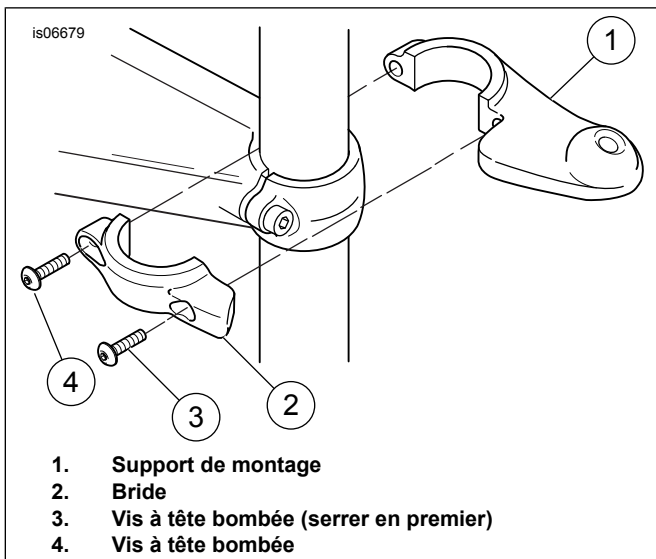
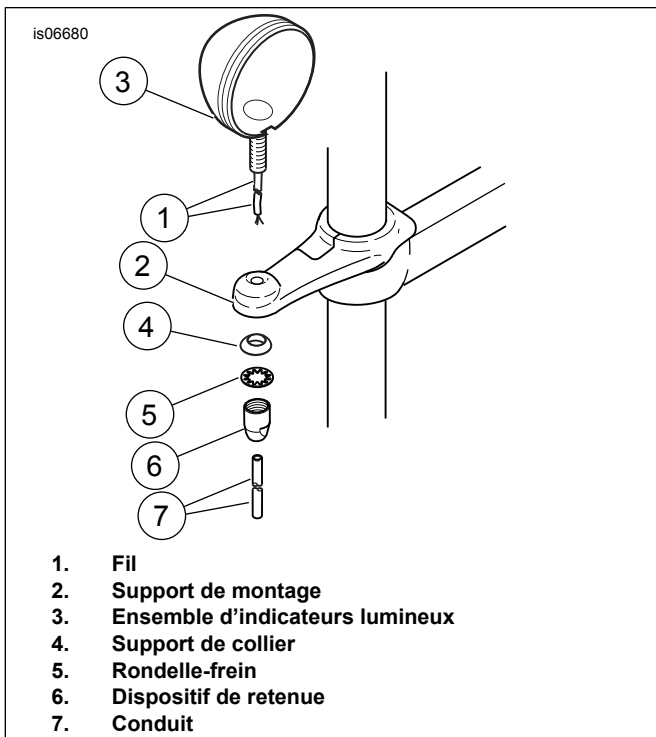

Figure 1. Installer le support de montage sur le tube de fourche (côté droit illustré)
Figure 2. Installer les feux (côté droit illustré)
4. Voir Figure 1. Les supports de montage (1) et les colliers (2) correspondent à un côté particulier. Sélectionner le support et collier de droite ou de gauche et les installer sur le tube de fourche avec deux vis à tête bombée (3 et 4) du kit.
5. En commençant par la vis extérieure (3), serrer à un couple de 8–9 N·m (70–80 in-lbs). Répéter pour la vis (4).
6. Voir Figure 2. Acheminer le fil de feu (1) dans le trou du support de montage (2) et attacher le feu (3) au support à l'aide d'une cale de collier (4), rondelle-frein (5) et retenue (6) du kit. Serrer le dispositif de retenue à un couple de 22 à 24 N·m (16 à 18 lb-pi).
10. Voir Figure 2. Glisser le conduit (7) du kit sur le fil de feu.